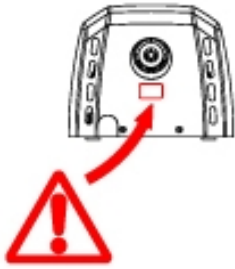

Figure 11
- Pendant tout ce processus de couplage du capot sur la base, veiller à ne pas endommager le circuit électrique qui se trouve sous la tuyère du sèche-mains (Figure 11).